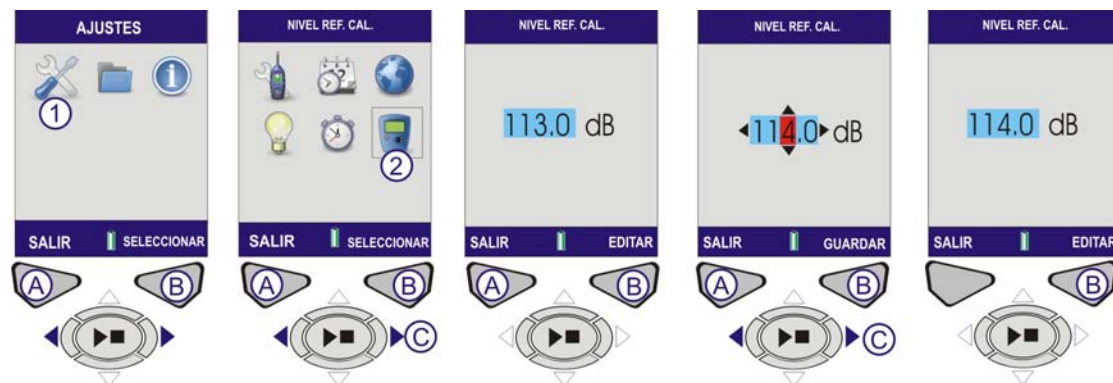

Figura 9 Nivel de Referencia de Calibración
G. NIVEL DE CAL. REF. (Consultar la Figura 9)